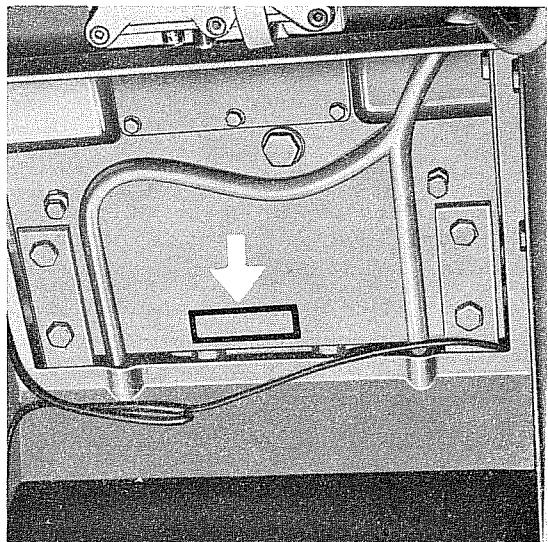

Fig. 2
N. DELLA TRATTRICE: stampigliato in alto sulla parte posteriore del corpo trattice (visibile togliendo il cuscino) Fig. 2.
NUMÉRO DU TRACTEUR: frappé à froid en haut sur la partie postérieure du corps du tracteur (visible en enlevant le coussin du siège). Voir figure 2.
NR. DES SCHLEPPERS: markiert oben auf der Rückseite des Schlepperkörpers (sichtbar bei Abnahme des Kissens). Bild 2.